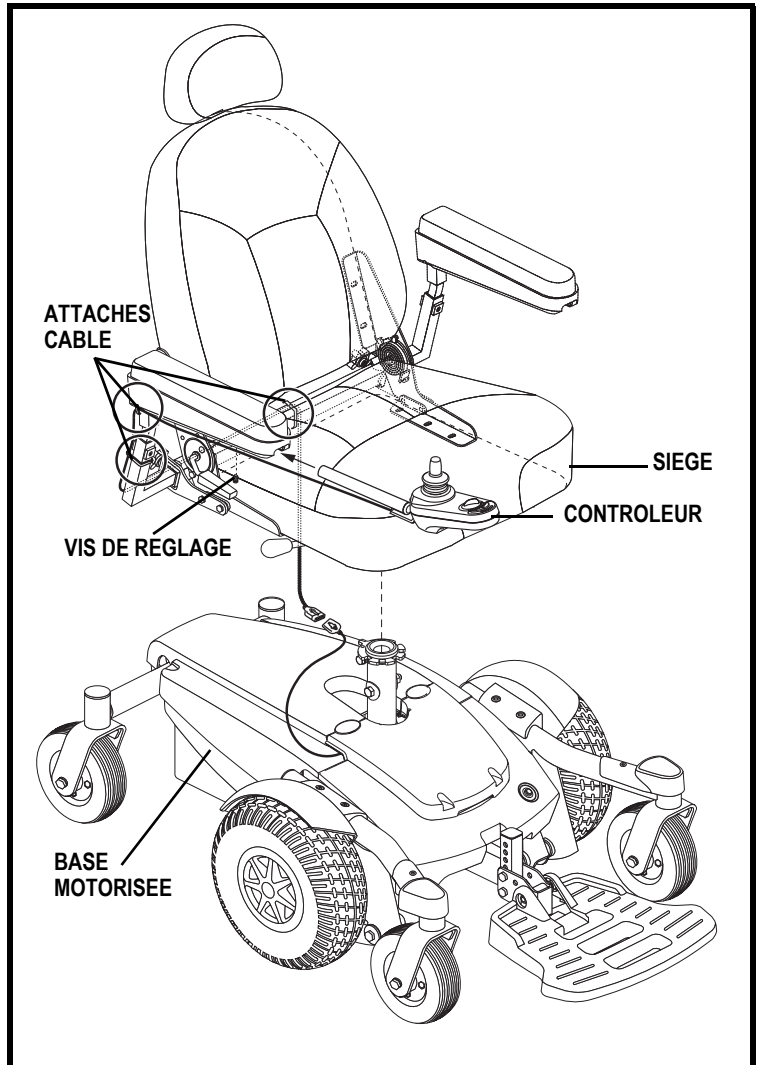

Figure 13. Siège et module de commande
1. Déposez le siège sur la base motorisée. Voir la figure 13.
2. Installez le contrôleur sur l'un des accoudoirs. Serrez la vis de blocage avec la clé hexagonale fournie. Voir la figure 13.